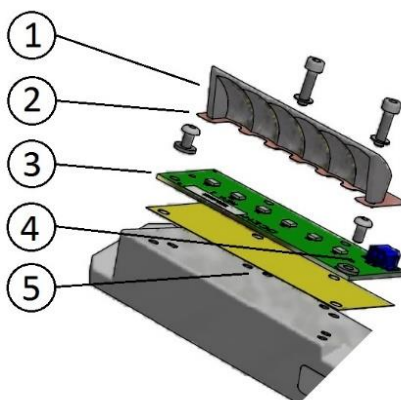

Figura 21 – Sostituzione del modulo LED
- scollegare il cavetto di alimentazione dal modulo LED (Figura 21- n°4)
- rimuovere il modulo LED (Figura 21- n°3) ed il relativo riflettore (Figura 21- n°1) dallo squadretto ferma prisma svitando le due viti TCEI M3x12
- assicurarsi che l'interfaccia termica (Figura 21- n°5) sia correttamente posizionata sotto il modulo LED
- assicurarsi che il foglio isolante in Kapton (Figura 21- n°2) sia correttamente posizionato sopra il modulo LED
- ricollegare il cavetto di alimentazione al modulo LED (Figura 21- n°4)